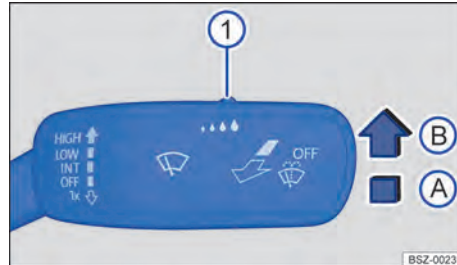

Abb. 92 An der Lenksäule rechts: Scheibenwischerhebel.
1. Hebel in die gewünschte Position drücken → Abb. 92.
→ Abb. 92 ① → ⚠.